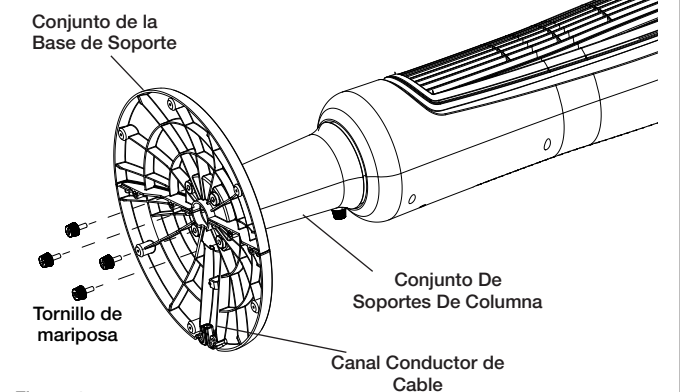

Figura 4
6. Conecte la base a la columna y fije con tornillos de mariposa. (Figura 4)